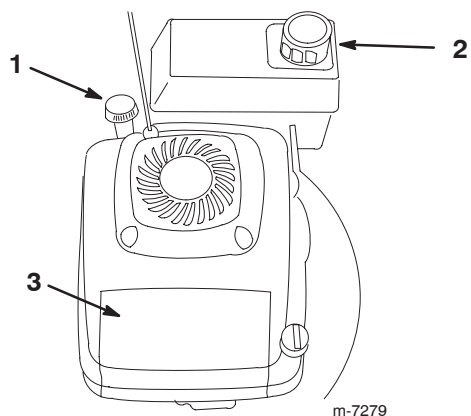

Bild 8
1. Reinigen Sie den Bereich um den Tankdeckel (Bild 8).
2. Öffnen Sie den Kraftstoffhahn (Bild 8).
5. Ziehen Sie leicht am Startergriff (Bild 8), bis Sie einen Widerstand spüren. Ziehen Sie ihn dann kräftig durch.